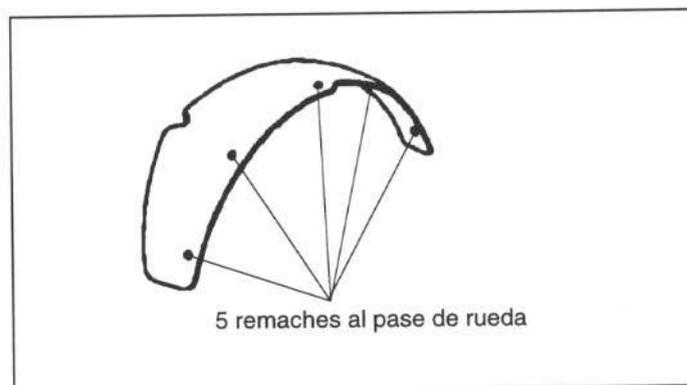

Figura 20.- Fijación del guardabarros delantero
- Guardabarros delantero (figura 20)